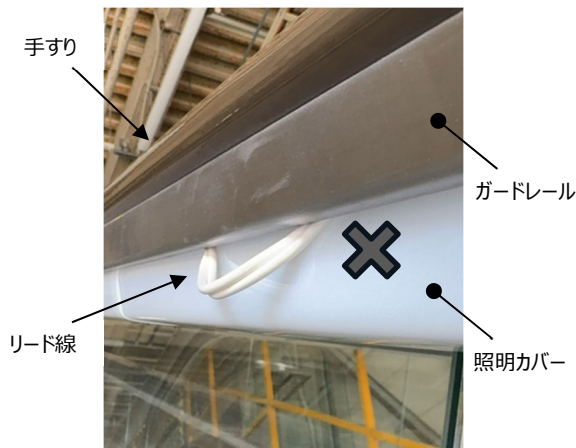

図 2. リード線の挟み込み
- リード線の挟み込み：照明カバー装着時、リード線をカバーとガードレールの間に挟んでいないことを確認してください。（図 2）